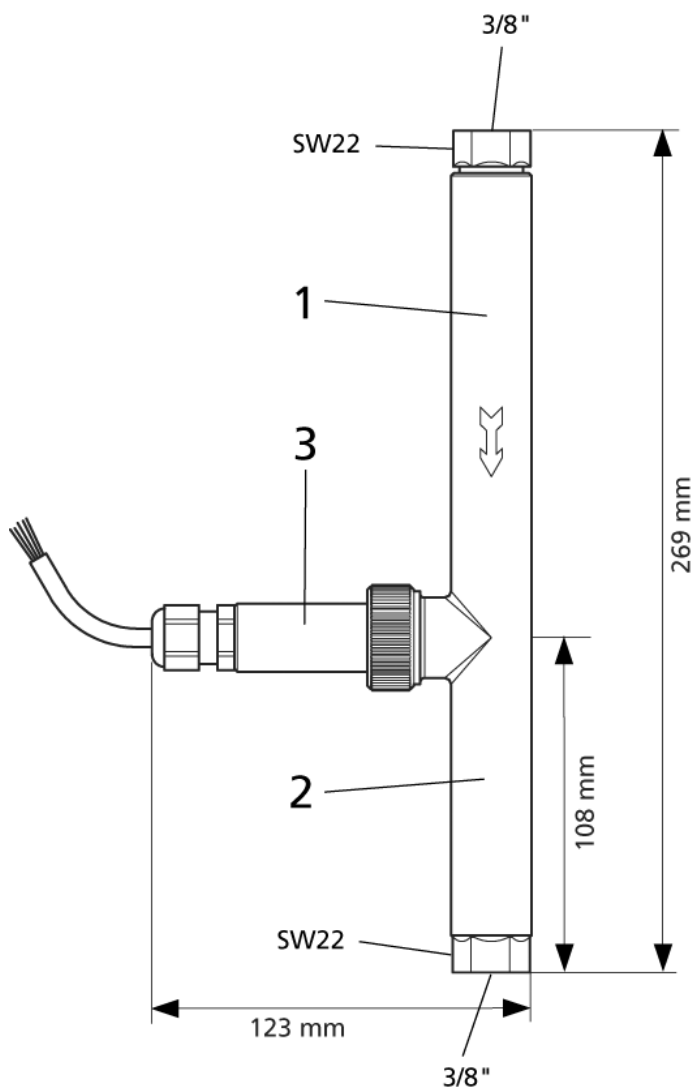

Figura 1: Sensore VAPORIX-Flow
VAPORIX-Flow è costituito da un tubo di misura con tratto di entrata (1) e tratto di uscita (2) e da un alloggiamento sensore (3) applicato lateralmente (vedere figura 1).